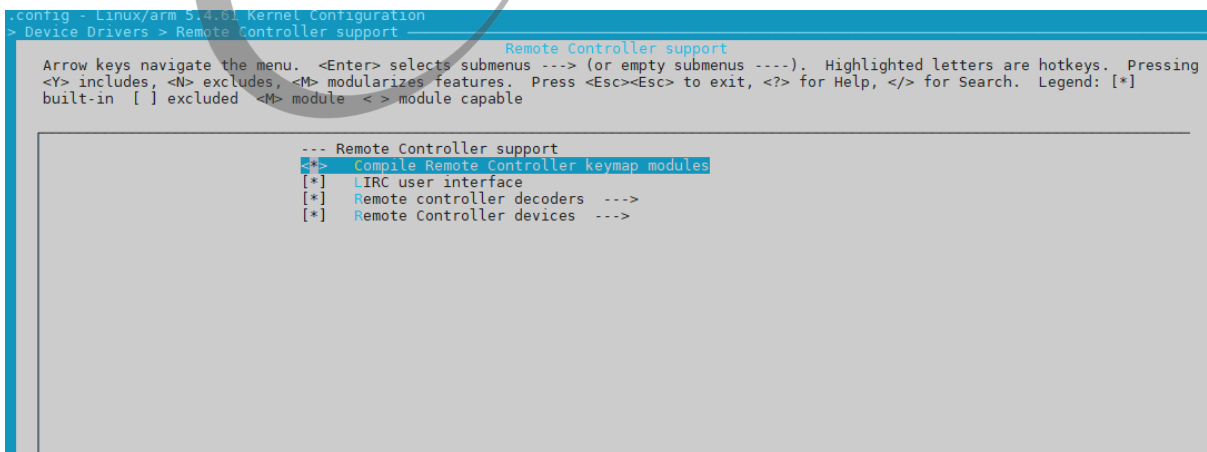

图 4-1: Linux-5.4 RC 配置图
1. 在 root 路径下执行 make kernel_menuconfig，进入 Device Drivers，然后按 PC 键盘的 R 键，可以快速定位到“Remote Controller support”选项中，然后进入该选项，选上图 4-1 中的选项。